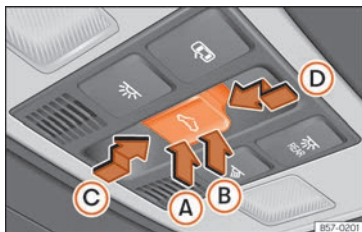

Abb. 104 Im Dachhimmel: Taste des Glasdachs.
Die Taste **Abb. 104** hat zwei Stufen. In der ersten Stufe kann das Glasdach ausgestellt sowie ganz oder teilweise geöffnet oder geschlossen werden.
- *Glasdach*: 5 Sekunden ab der Aktivierung des Einklemmschutzes verstreichen, drücken Sie die Taste  **Abb. 104** bis zur zweiten Stufe in Pfeilrichtung **Abb. 104**  bis das Dach vollständig schließt.